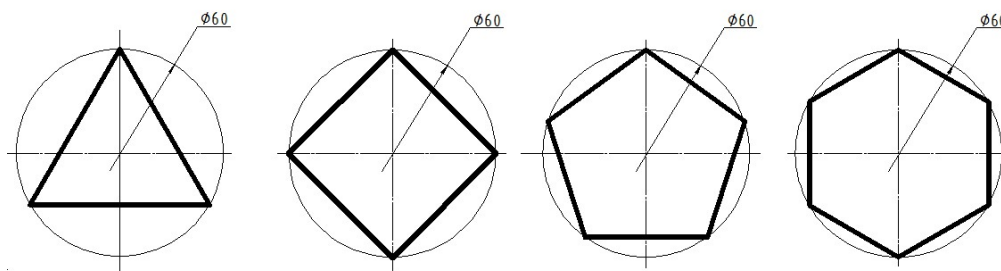

Рисунок 7. Нанесение размеров многоугольника, вписанного в окружность
5. Показать графические примеры, когда вынося диаметр, в который вписывается многогранник, не образмериваются отдельно каждые его стороны (рис. 7).